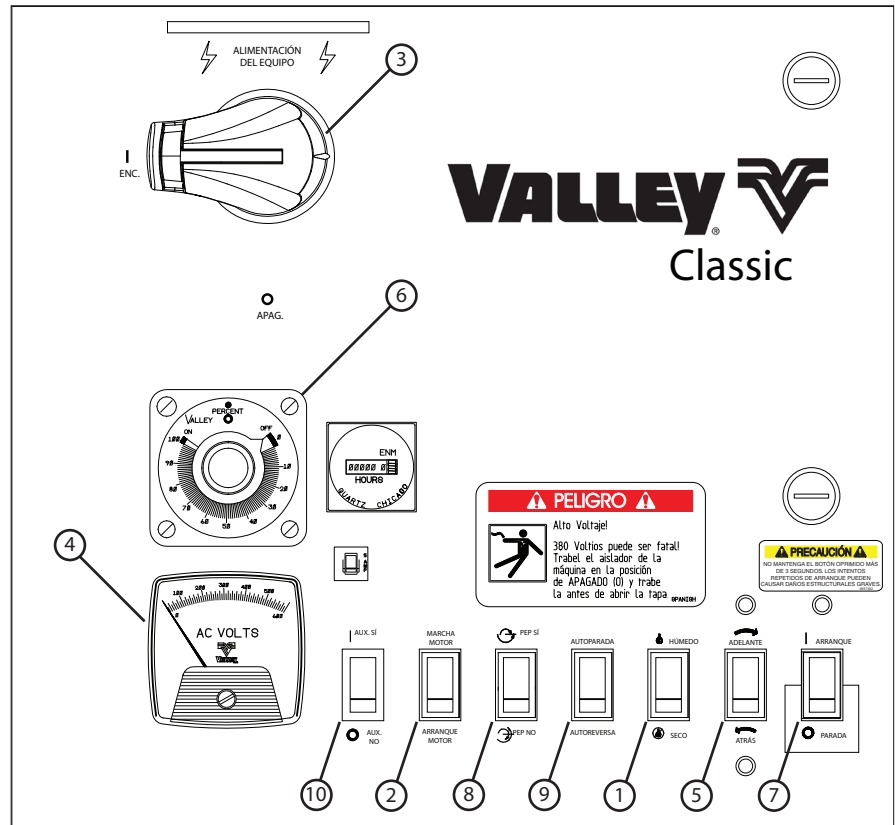

Figura 25-1
2. Coloque el interruptor CON AGUA/SIN AGUA en la posición SIN AGUA para derivar el interruptor de presión baja. Vea la Figura 25-1.
3. Si se utiliza un circuito de parada del motor opcional, coloque el interruptor MARCHA/ARRANQUE del motor en la posición ARRANQUE. Vea la Figura 25-1.
7. Coloque el interruptor principal del panel de control en la posición ENCENDIDO (ON). Vea la Figura 25-1.
Si la alimentación la suministra un generador impulsado por motor, ajuste el régimen del generador hasta que el voltímetro indique 460 – 505 voltios. Consulte la tabla de voltajes en la página 23. NO EXCEDA DE 505 VOLTIOS. Vea la Figura 25-1.
8. Coloque el interruptor CON AGUA/SIN AGUA en la posición CON AGUA. Vea la Figura 25-1.
9. Coloque el interruptor ADELANTE/ATRÁS en la posición ADELANTE o ATRÁS. Vea la Figura 25-1.
10. Fije el temporizador de velocidad al valor deseado. Vea la Figura 25-1.
11. Mantenga pulsado el interruptor ARRANQUE/PARADA en la posición ARRANQUE por 3 segundos, y luego suéltelo. El equipo deberá arrancar. Vea la Figura 25-1.
12. Coloque el interruptor MARCHA/ARRANQUE del motor en la posición MARCHA. Vea la Figura 25-1.
13. Si el equipo está provisto del mecanismo de parada en posición opcional, coloque el interruptor PEP SÍ/ NO en la posición deseada. Vea la Figura 25-1.
14. Si el equipo tiene las funciones de autoreversa/autoparada, coloque el interruptor de AUTOREVERSA/AUTOPARADA en la posición deseada. Vea la Figura 25-1.
15. Si el equipo utiliza el interruptor de equipos auxiliares para controlar una operación o dispositivo, coloque este interruptor en la posición deseada. Vea la Figura 25-1.